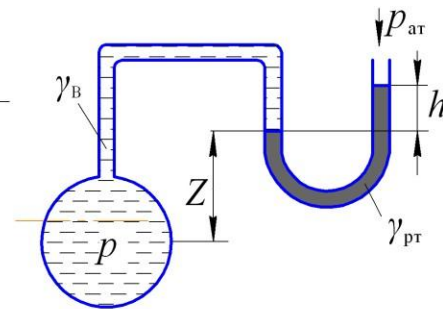

Рисунок 1.26
**Задача 23** (рис. 1.26). Определить на какой высоте  $Z$  установится уровень ртути в U-образном жидкостном манометре, если при абсолютном давлении в трубопроводе  $p$  и показании манометра  $h$ , система находится в равновесии. Удельный вес ртути принять равным  $\gamma_{\text{рт}} = 133,4 \text{ кН/м}^3$ , воды  $\gamma_{\text{в}} = 9,81 \text{ кН/м}^3$ . Исходные данные к задаче приведены в табл.23.